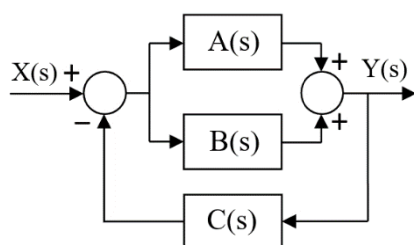

figura 1
- Descrivere la struttura dello schema riportato in *figura 1* e calcolare la funzione di trasferimento. Verificare la stabilità del sistema e calcolare la risposta a regime in caso di ingresso a gradino unitario. Inoltre, il candidato discuta un caso reale individuabile mediante il modello proposto sulla base delle proprie conoscenze applicative dei sistemi di controllo.